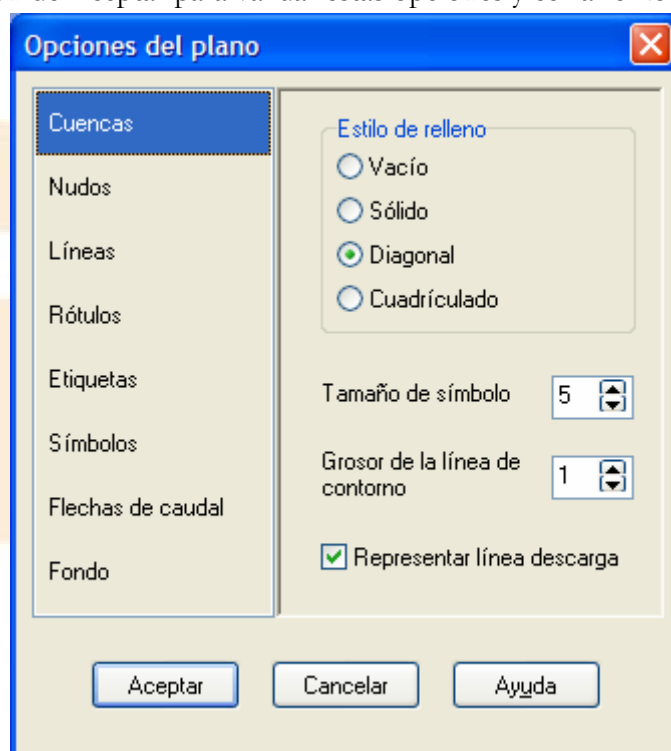

Figura 2.3. Formulario de opciones del Mapa.
1. Seleccionar la opción **Ver→Opciones del Plano** para presentar el formulario de opciones del mapa (ver Figura 2.3).